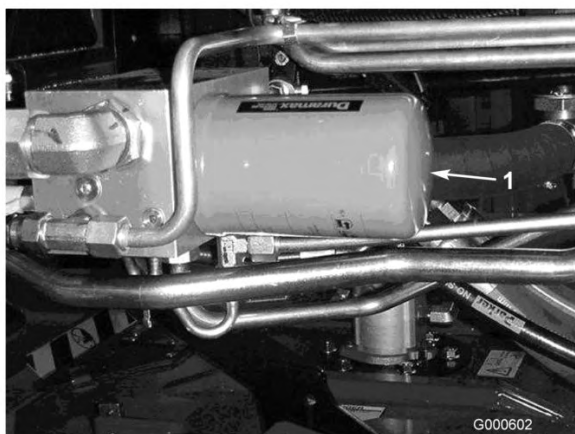

Figure 57
2. Nettoyez la surface autour de la surface de montage du filtre. Placez un bac de vidange sous le filtre et déposez le filtre (Figure 56 & Figure 57).